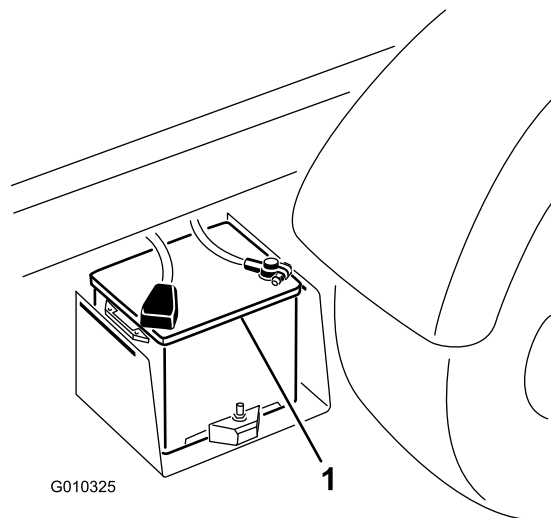

Figura 52
2. Collegare un cavetto portatile tra i poli positivi delle due batterie (Figura 52). Il polo positivo è identificato dal simbolo + sul coperchio della batteria.